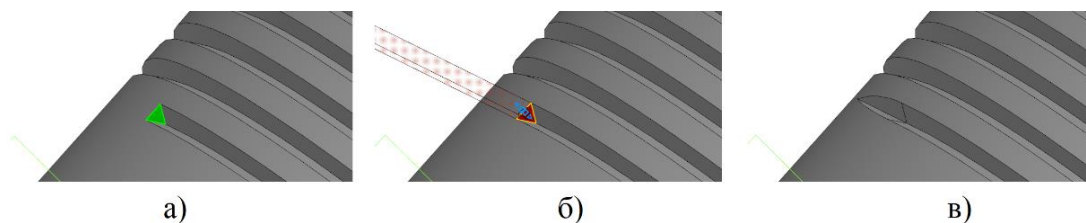

Рисунок 23 – Создание сбега резьбы
6. Сделайте сбеги резьбы. Выделите графическим курсором нужную поверхность (рисунок 23а). На инструментальной панели «Элементы тела» активизируйте команду «Вырезать выдавливанием» с параметром «Через все» (рисунок 23б). Завершите построение (рисунок 23в).